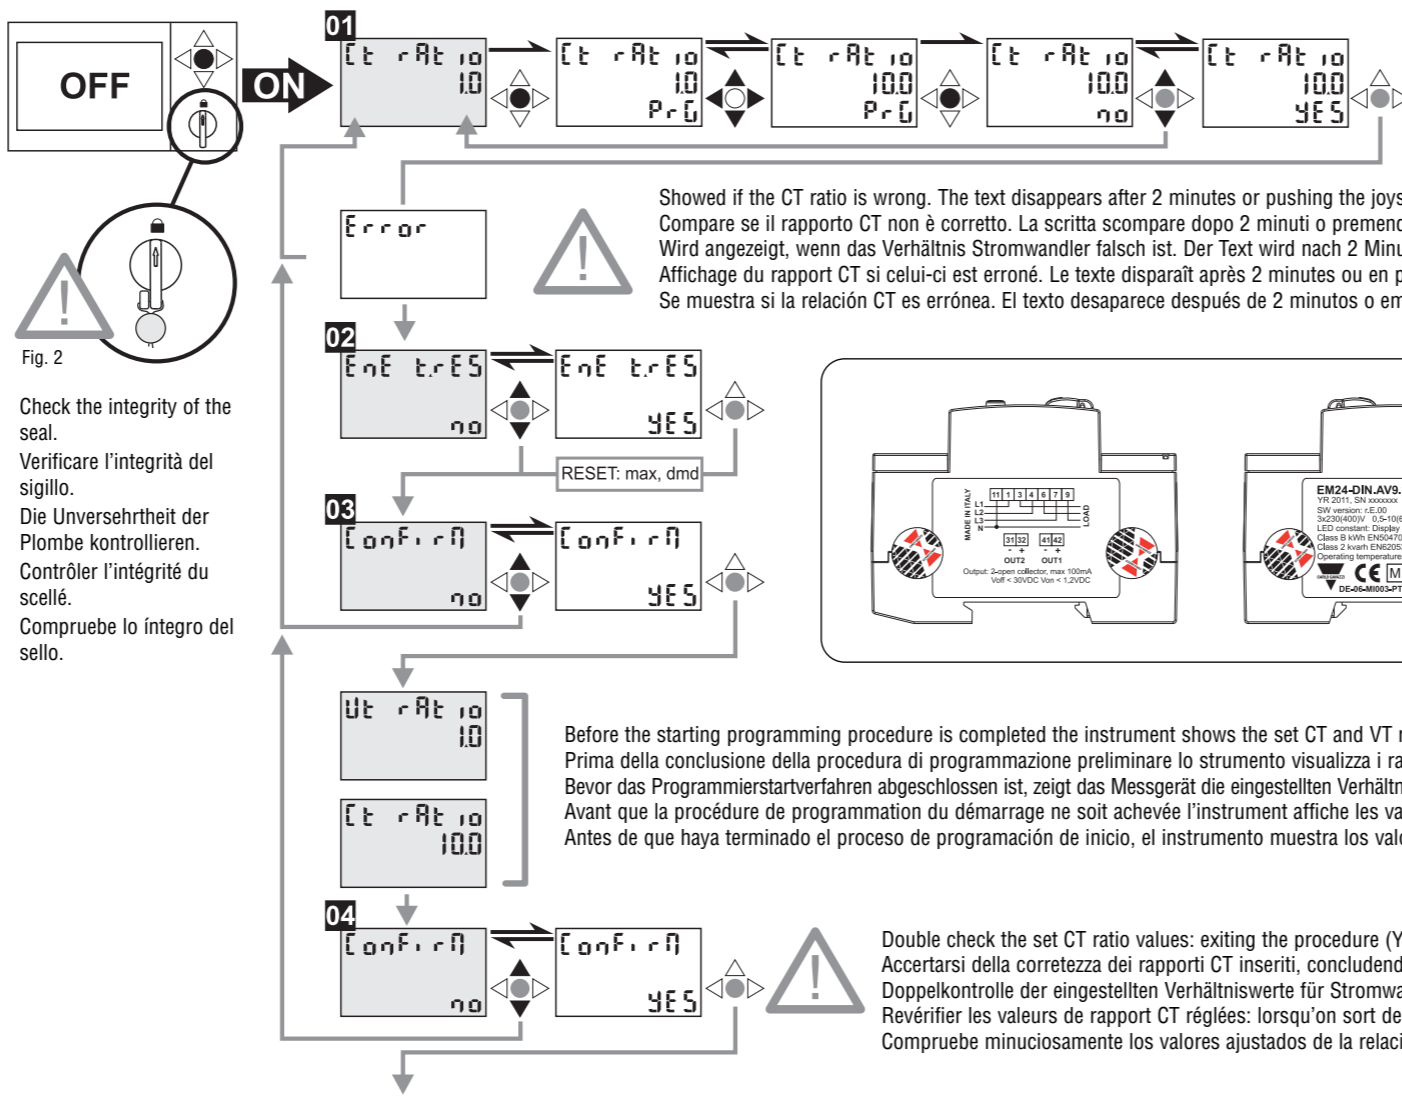

Fig. 2
The certified and sealed instrument needs a preliminary programming of the CT ratio relevant to the plant where the EM24 will be mounted. THIS SPECIFIC PROGRAMMING HAS TO BE DONE ONLY ONCE AT THE FIRST SWITCHING ON OF THE INSTRUMENT. At the end of this first programming procedure the CT ratio can be modified only by the certifying body with a complete restore of the instrument. **BEFORE SWITCHING ON THE INSTRUMENT AND PROCEEDING WITH THE "MID STARTING PROCEDURE", CHECK THE INTEGRITY OF THE SEALS AFFIXED BY THE CERTIFICATION BODY** (fig 2 and 3).
Lo strumento sigillato e certificato MID richiede come prima programmazione l'impostazione del rapporto TA dell'impianto al quale lo strumento sarà abbinato. QUESTA PROGRAMMAZIONE SI ESEGUE UNA SOLA VOLTA ALLA PRIMA ACCENSIONE DELLO STRUMENTO. Una volta conclusa questa procedura preliminare il valore CT non sarà più modificabile se non rompendo il sigillo con conseguente ripristino dello strumento dall'ente certificatore preposto. **PRIMA DI ACCENDERE LO STRUMENTO E PROCEDERE CON LA PROGRAMMAZIONE PRELIMINARE MID, VERIFICARE L'INTEGRITA' DEI SIGILLI APPOSTI DALL'ENTE PREPOSTO** (fig 2 e 3).
Das bescheinigte, plombierte Messgerät benötigt eine Vorprogrammierung des Verhältnisses Stromwandler bezüglich der Anlage, in der EM24 montiert wird. DIESE SPEZIFISCHE PROGRAMMIERUNG IST NUR EINMAL BEI ERSTEINSCHALTUNG DES MESSGERÄTS VORZUNEHMEN. Am Ende des ersten Programmierverfahrens kann das Verhältnis Stromwandler nur von der Zertifizierungsstelle durch ein komplettes Rückspeichern des Geräts geändert werden. **VOR DEM EINSCHALTEN UND FORTFAHREN MIT DER "MID STARTPROZEDUR", ÜBERPRÜFEN SIE DIE UNVERSEHRTHEIT DER VON DER ZERTIFIZIERUNGSSTELLE ANGEBRACHTEN PLOMBEN UND SIEGEL (ABB. 2 UND 3).**
L'instrument certifié et plombé a besoin d'une programmation préliminaire du rapport CT pertinente à l'équipement où l'EM24 sera monté. CETTE PROGRAMMATION SPÉCIFIQUE DOIT ÊTRE EFFECTUÉE UNE SEULE FOIS LORS DU PREMIER ALLUMAGE DE L'INSTRUMENT. Au terme de cette première procédure de programmation le rapport CT peut être modifié uniquement par l'organisme de certification avec une restauration complète de l'instrument. **AVANT D'ALLUMER L'INSTRUMENT ET DE PROCÉDER À LA "PROCÉDURE DE DÉMARRAGE MID", CONTRÔLER L'INTÉGRITÉ DES SCÉLLÉS APPOSÉS PAR L'ORGANISME DE CERTIFICATION** (fig 2 et 3).
ENTIDAD CERTIFICADORA (fig 2).
**05 SELEctor:** it allows selecting the measuring page (tab. 3) to be displayed according to the knob position (see fig.2); SELEC. 1 (2,3, LoC): it selects the knob position (1, 2, 3, LoC); PA.1 (31): it selects the page number to be displayed (from No. 1 to 31 see TAB 3).
**05 SELEctor:** seleziona la pagina di misura (TAB 3) da associare alla posizione del selettore frontale (fig. 2); SELEC. 1 (2, 3, LoC): seleziona la posizione del selettore (1, 2, 3, LoC); PA.1 (31): seleziona la pagina da visualizzare (da No. 1 a 31 vedere TAB 3).